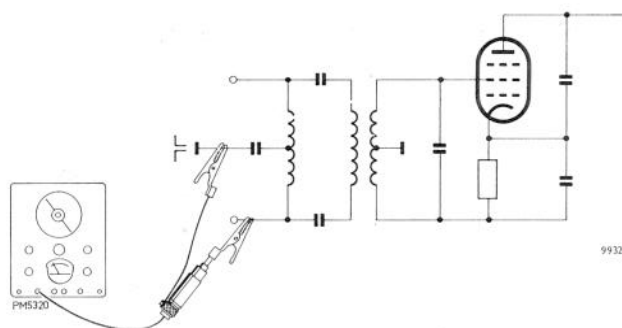

Fig. 19. Afregeling van h.f.- en oscillatorkringen
2. Sluit de generator PM 5320 aan tussen een van de FM-antennebussen en het chassis (fig. 19).